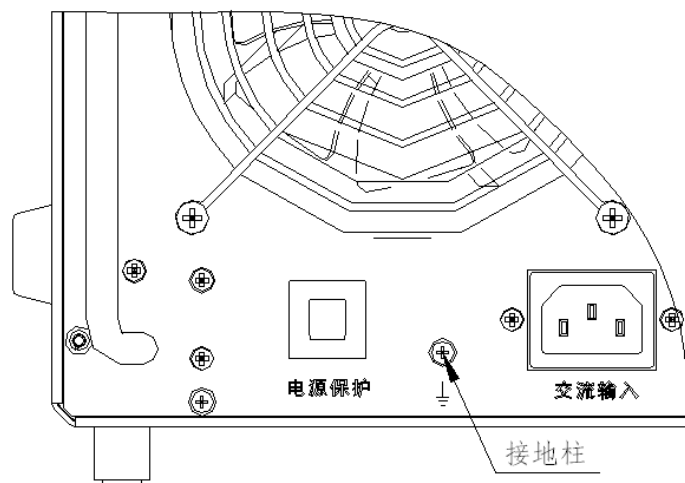

图 10 机箱后面板接地柱
- a) 在安装模块之前，需要通过机箱后面板上的接地柱将机箱良好接地，以免安装时受到静电损伤，机箱后面板上的接地柱如图 10 所示。
b) 把模块插入相应槽位中，顺着顶部和底部的导槽，将模块轻轻的推到背板上，然后将模块上的提手慢慢向上抬起，把模块推入背板上的插槽中，直至模块的提手与模块前面板的卡扣扣合在一起，安装示意图如图 10 所示。